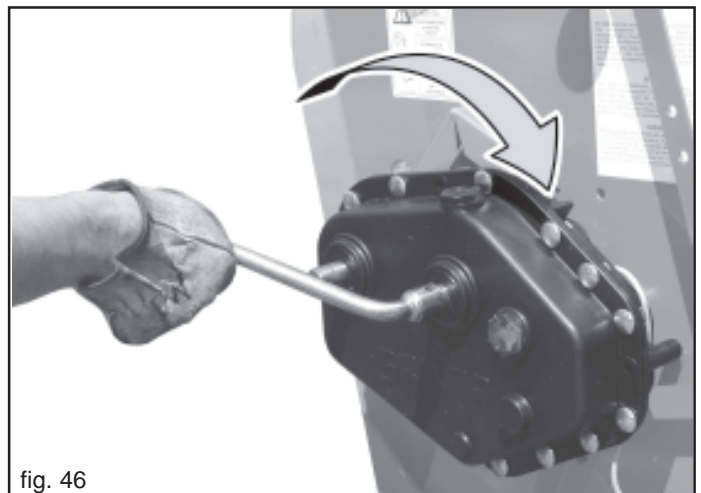

fig. 46
- 4) Die Kurbel (Abb. 46) in die Getriebebspindel einsetzen und im Uhrzeigersinn drehen.